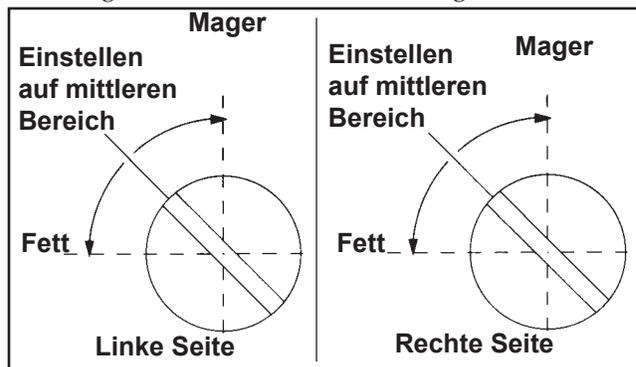

Abbildung 5-13. Optimale Einstellungen der niedrigen Leerlaufdrehzahl.
- a. Eine der Einstellschrauben des niedrigen Leerlaufkraftstoffs (im Gegenuhrzeigersinn) von der vorigen Einstellung wegdrehen, bis die Drehzahl des Motors reduziert wird (fett). Die Position der Einstellschraube notieren. Nun die Einstellschraube im Uhrzeigersinn drehen. Die Drehzahl des Motors könnte sich erhöhen, und nimmt ab, sobald die Einstellschraube im Uhrzeigersinn gedreht wird (mager). Die Position der Einstellschraube notieren. Die Einstellschraube auf der Mitte zwischen den Einstellungen Fett und Mager einstellen. Siehe Abbildung 5-13.